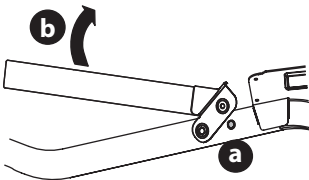

Figura 2
1. Extraiga los dos tornillos de arandela hexagonal (a) que están instalados parcialmente en el bastidor (Figura 2).
2. Gire el aro superior (b) hasta que quede en su posición (Figura 2).